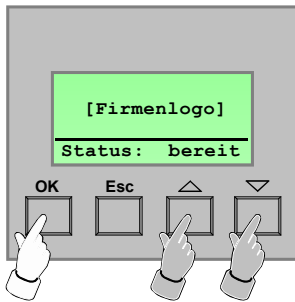

Bild 1: Grundzustand
1. Am Bluetooth Gateway ist das Menü "Einstellungen" zu aktivieren. Dazu ist im Grundzustand des Gateways die Bedientaste "OK" oder eine der beiden Pfeiltasten zu betätigen (vgl. Bild 1).